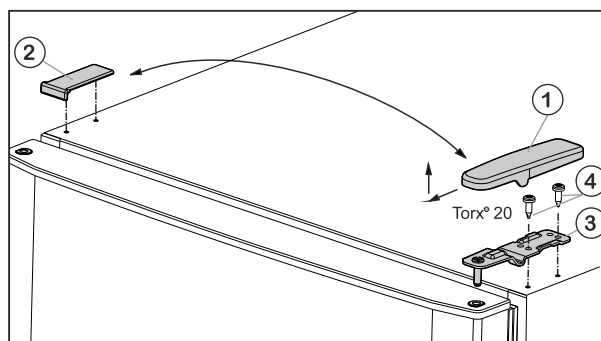

Fig. 5
- ▶ Kryt Fig. 5 (1) stáhněte dopředu a nahoru.
- ▶ Kryt Fig. 5 (2) zvedněte.
- ▶ Horní stojan ložiska Fig. 5 (3) odšroubujte (2 krát Torx® 20) Fig. 5 (4) a stáhněte nahoru.
- ▶ Horní stojan ložiska *Fig. 5 (3)* vložte na nové straně závěsu do dvířek.
- ▶ Horní stojan ložiska **pevně přišroubujte (4 Nm)** (2krát Torx® 20) *Fig. 5 (4)*. Popřípadě použijte akumulátorový šroubovák.
- ▶ Kryt *Fig. 5 (1)* na opačné straně zvenčí nasadte a nechte zaklapnout.
- ▶ Kryt *Fig. 5 (2)* vždy na opačné straně shora nasadte a nechte zaklapnout.